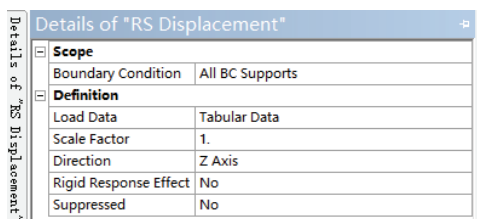
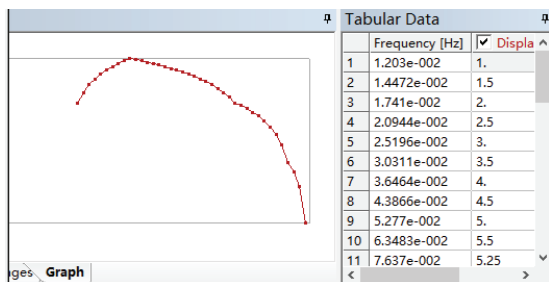

图 12-16 谱细节窗口
图 12-17 谱曲线
2) 设置 RS Displacement 的细节窗口如图 12-16 所示, 其中 Direction 为 Z Axis 设置表格, 如表 12-2 所示, 得到的谱曲线如图 12-17 所示。